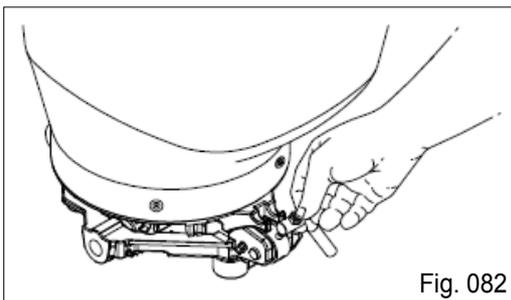

Fig. 082
- Solte a presilha de fixação do bloco da semeadora (Fig. 082);